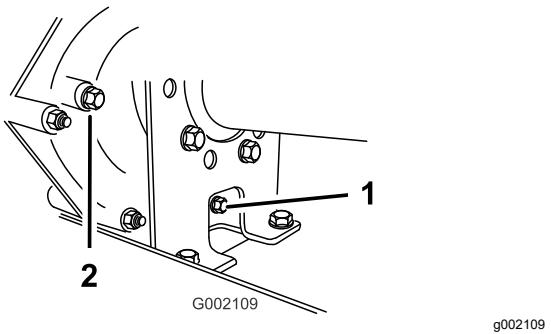
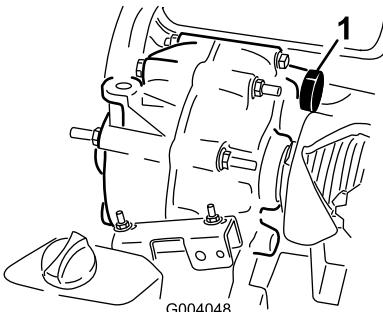

Рисунок 59
Рисунок 60
- Тщательно протрите места вокруг пробок заливного и сливного отверстий ветошью (Рисунок 59).
- Снимите пробку заливного отверстия, повернув ее против часовой стрелки (Рисунок 59).
- Установите пробку сливного отверстия с прокладкой в сливное отверстие трансмиссии и затяните (Рисунок 59).
- Долейте в бак (Рисунок 60) через заливное отверстие приблизительно 1,4 л рабочей жидкости указанного типа или доведите уровень рабочей жидкости в трансмиссии до нижней части резьбы (Рисунок 59).
- Установите и затяните пробку заливного отверстия с прокладкой в заливное отверстие трансмиссии (Рисунок 59).
- Проверьте уровень рабочей жидкости и добавьте ее, если уровень рабочей жидкости находится ниже резьбовой части заливного отверстия (Рисунок 59).